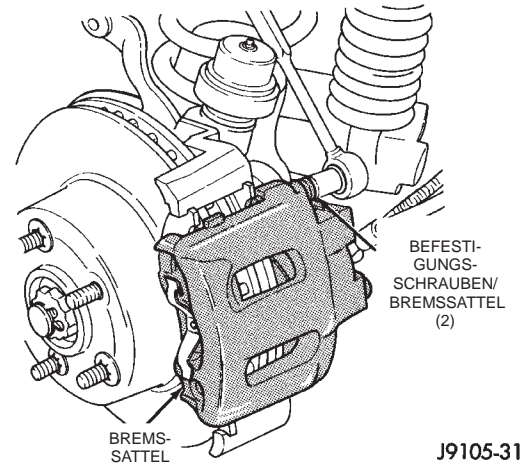

Abb. 28 Befestigungsschrauben/Bremssattel
- (6) Die Befestigungsschrauben des Bremssattels lösen (Abb. 28).